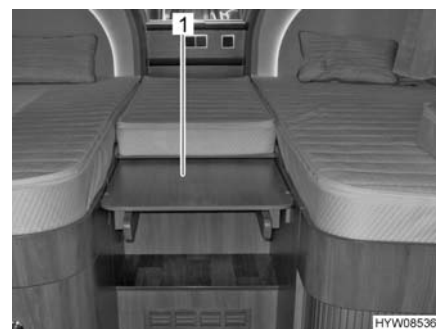

Fig. 75 Estrazione dell'ampliamento
- Afferrare ed estrarre l'ampliamento (Fig. 75,1). Insieme all'ampliamento viene estratta anche la scaletta.